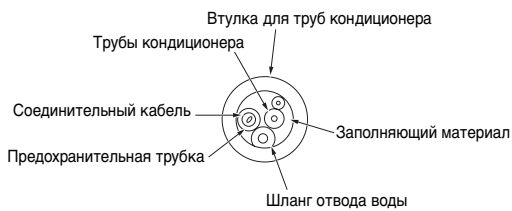

Рис. 7-1
- Закройте проделанное в стене отверстие с помощью предохранительной втулки для труб кондиционера и изоляционного заполняющего материала, имеющегося в комплекте поставки. См. Рис. 7-1.